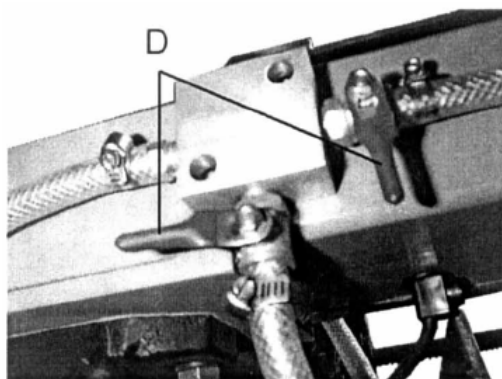

Рис.30
4. Зафиксируйте две рукоятки (D, Рис. 30) на раме пилы, повернув их на 90° против часовой стрелки или по часовой стрелке в направлении от шланга.